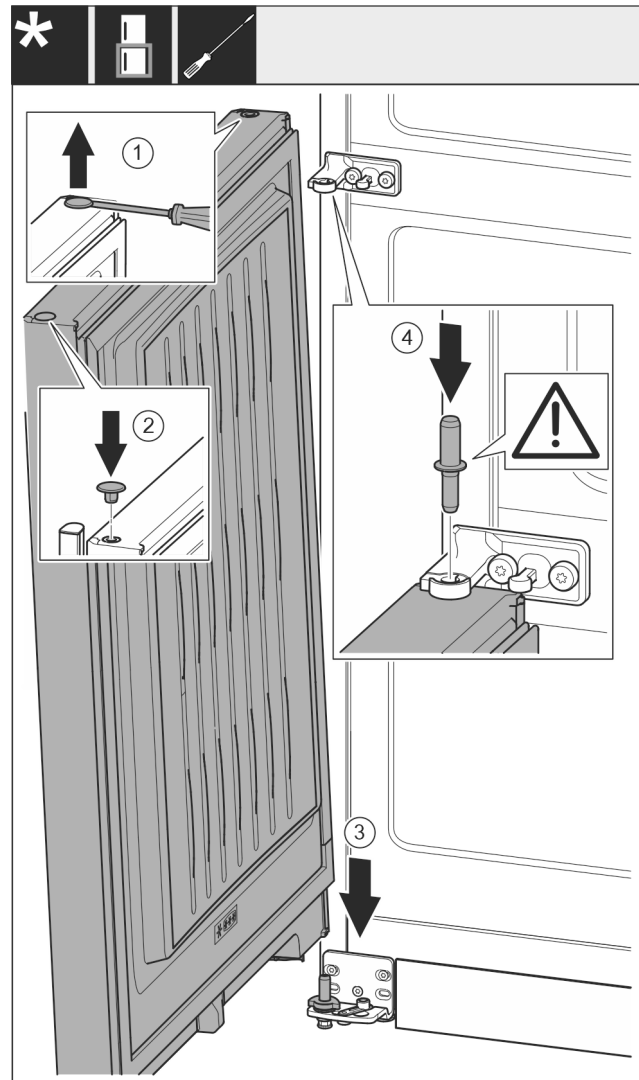

Fig. 20
- ▶ Soulever délicatement le bouchon avec un tournevis plat et le sortir. Fig. 20 (1)
- ▶ Remettre en place le bouchon de l'autre côté de la porte. Fig. 20 (2)
- ▶ Mettre la porte par le haut sur l'axe de palier inférieur. Fig. 20 (3)
- ▶ Mettre en place l'axe de palier du milieu à travers le support de palier du milieu dans la porte inférieure. Veiller à ce que l'ergot d'enclenchement soit orienté en arrière. Fig. 20 (4)